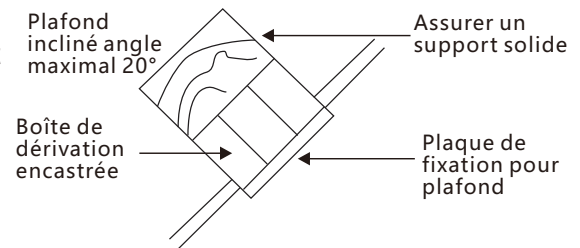

Figure 3
**Remarque :** Un tube de suspension plus long peut être nécessaire pour maintenir un dégagement correct des pales lors de l'installation sur un plafond incliné prononcé. (Voir fig. 3)